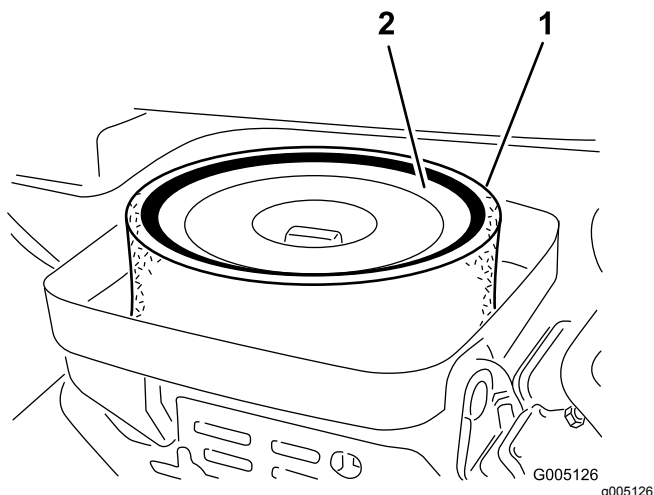

Figura 27
3. Retire a porca que fixa os elementos de filtragem ao corpo do filtro de ar (Figura 27).
4. Se o elemento de esponja se encontrar sujo, deverá retirá-lo do elemento de papel (Figura 27). Limpe-o cuidadosamente, da seguinte forma: